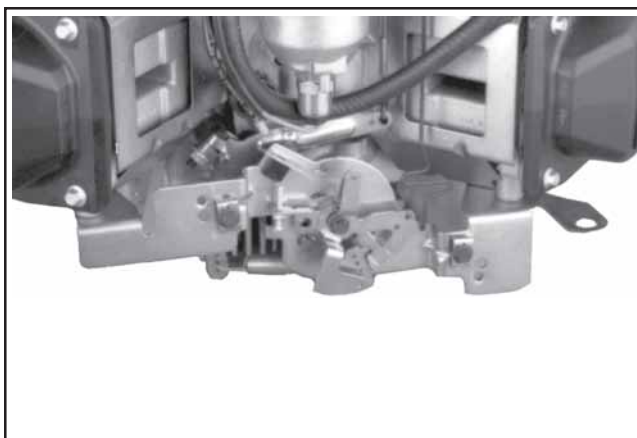

Figura 11-73. Installazione della staffa del comando standard.
2. Installare la staffa di comando dell'acceleratore standard e l'eventuale staffa di supporto del filtro dell'aria con le quattro viti esagonali. Serrare le viti a **7,3-10,7 N·m (65-95 in. lb.)**. Vedere Figura 11-73.